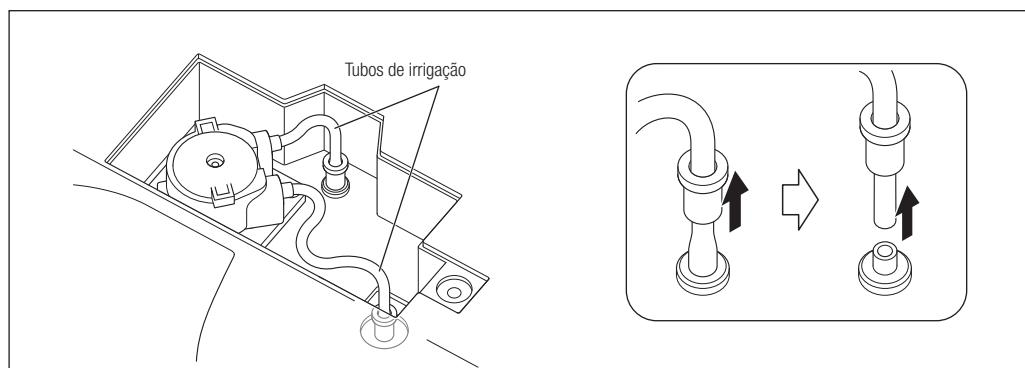

Fig. 50
- 3) Retire os dois tubos de irrigação da unidade de controle (Fig. 50).
- 8) Instale o tubo de irrigação seguindo o procedimento de remoção de forma inversa. Pressione bem o anel conector na unidade de controle até estre totalmente inserido (Fig. 50).